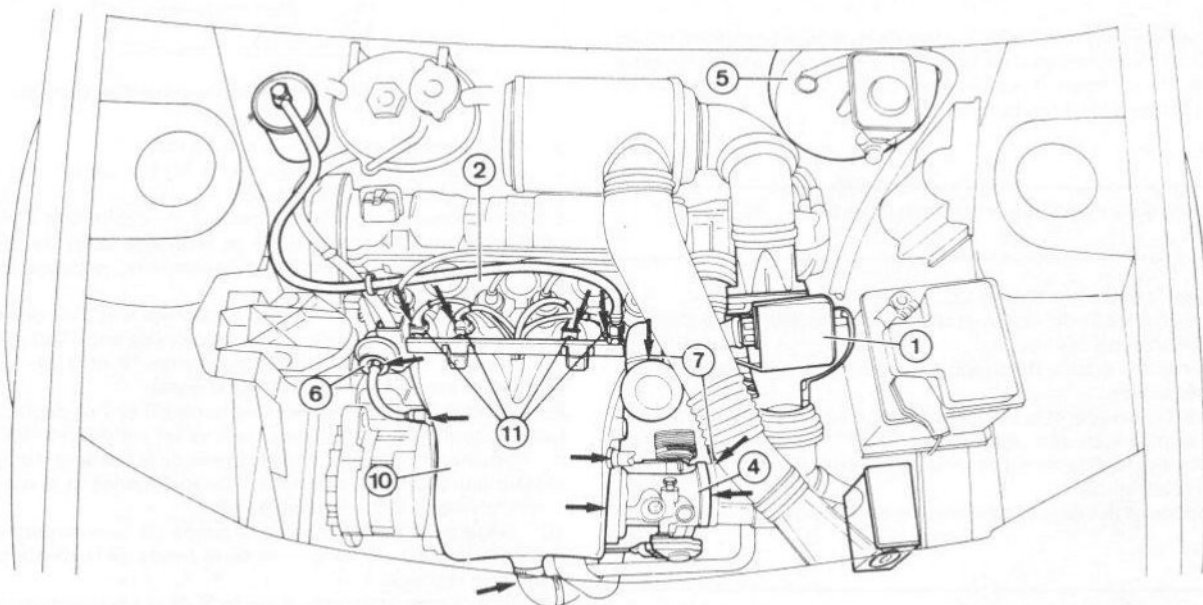

Fig. 3.15 Emplacements (fléchés) de recherche des rentrées d'air (Sec 23)
- 2 Contrôler les points fléchés à la Fig. 3.15 et le joint du collecteur d'admission.